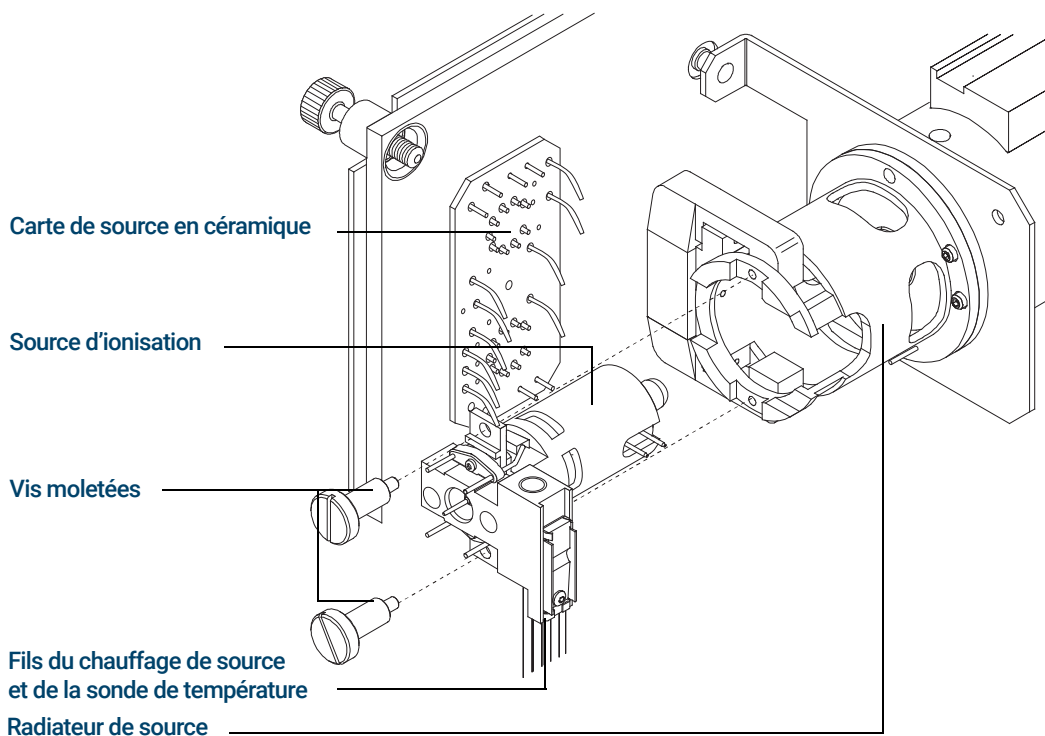

Figure 48. Dépose de la source EI XTR ou HydroInert
- 4 Déposer les vis moletées de fixation de la source. (Voir **Figure 48**.)